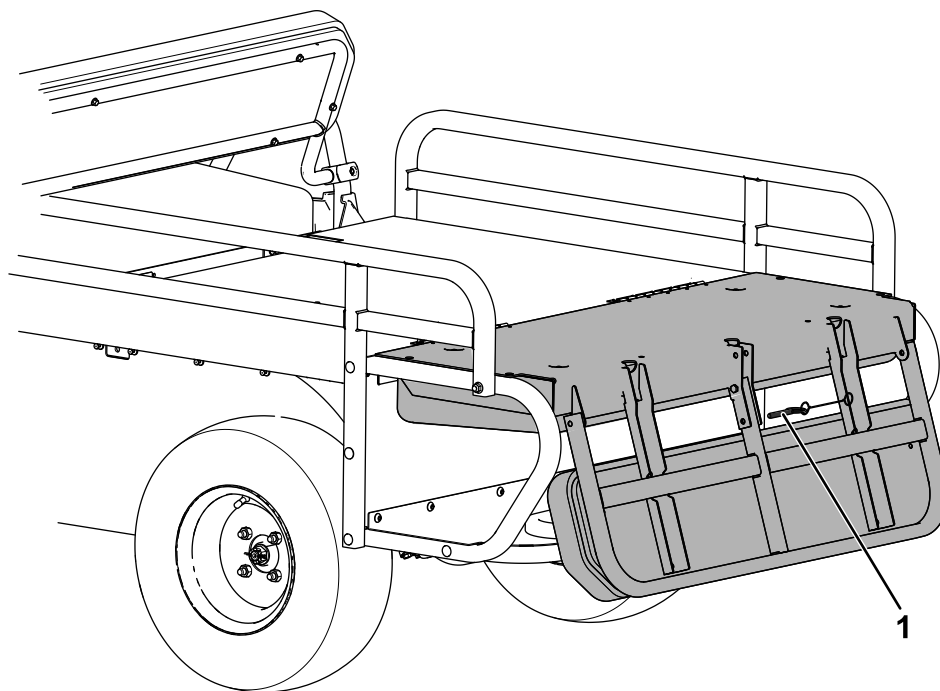

Figur 12
1. Ta bort baksäteshandtaget, lägg det platt på fotstödet och rikta in fliken på handtaget med handtagshålet på fotstödet (Figur 12).
2. Fäst handtaget på fotstödet med spännbandet och den försänkta skruven på baksäteshandtaget (Figur 12).